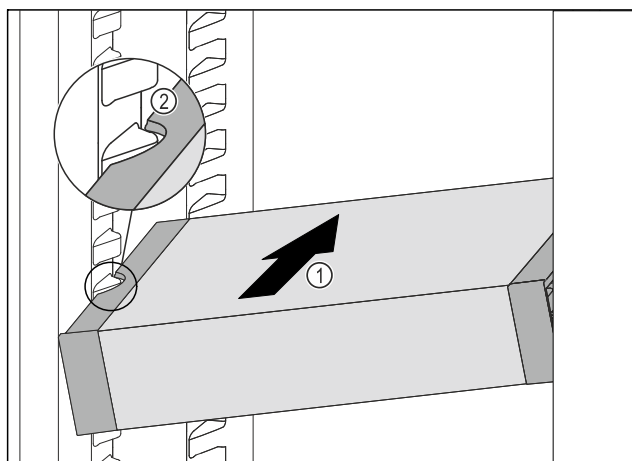

Fig. 101
- Zasuňte VarioSafe do chladničky pod úhlem tak Fig. 101 (1), aby vybrání na bocích Fig. 101 (2) VarioSafe byla na úrovni žebrování na nádoby v chladničce.